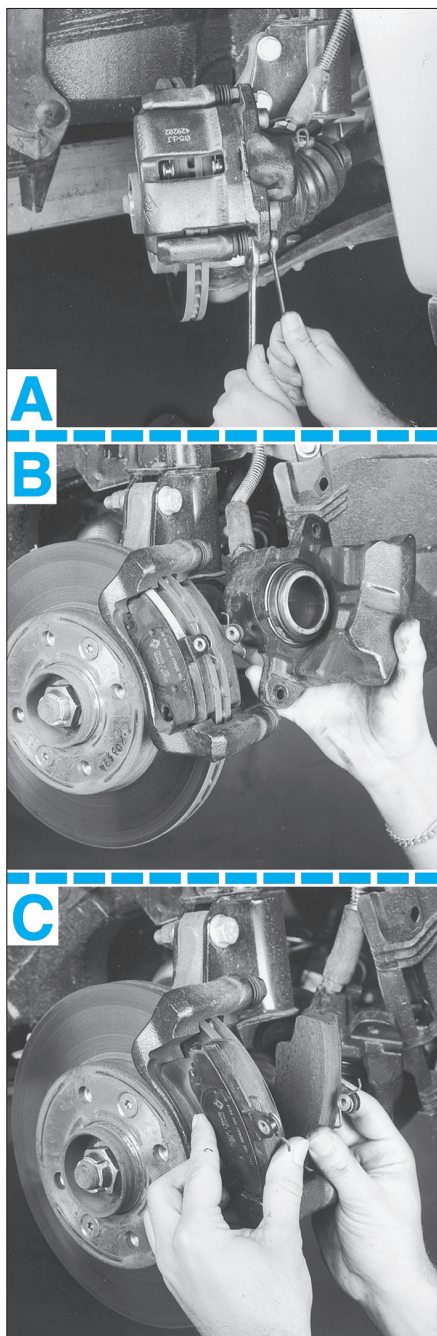

Fig. 1
- Déposer les vis de fixation de l'étrier sur son support (A) (Fig.1).
- Dégager l'étrier (B) et le suspendre dans le passage de roue afin de ne pas endommager le flexible.
- Déposer les plaquettes du support d'étrier (C).